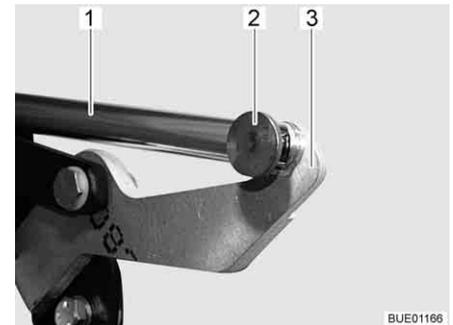

Fig. 103 Entraînement
- Retirer la jonction (par ex. broche et goupille ressort) (Fig. 103,2) entre la tige de poussée (Fig. 103,1) et le levier (Fig. 103,3).